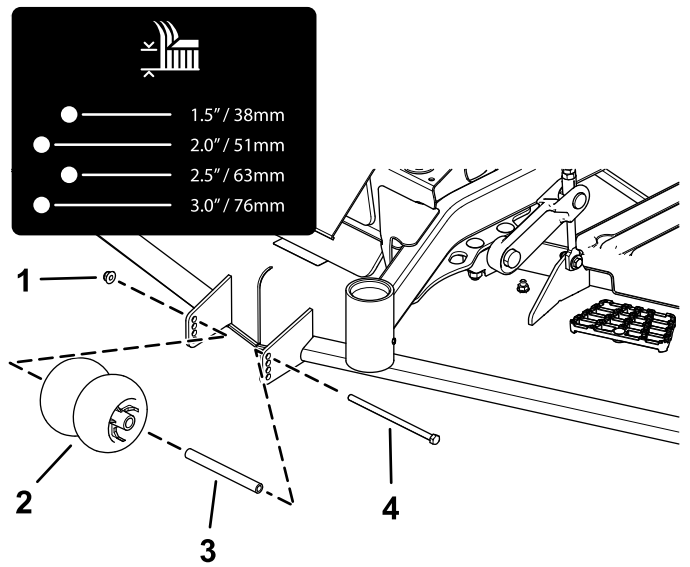
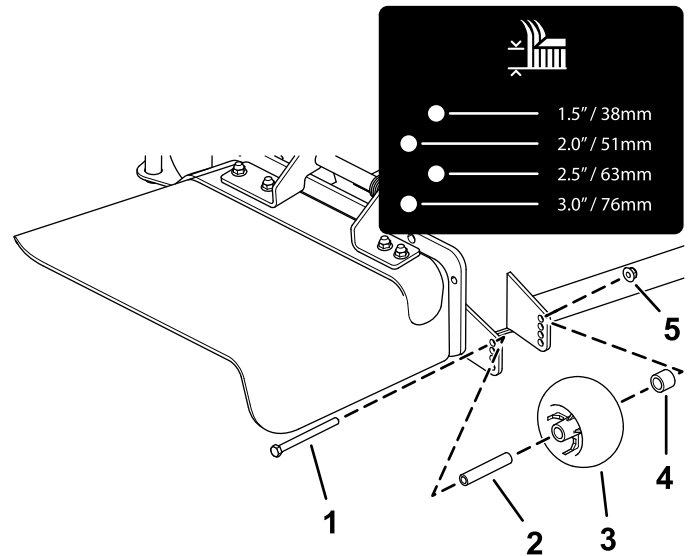
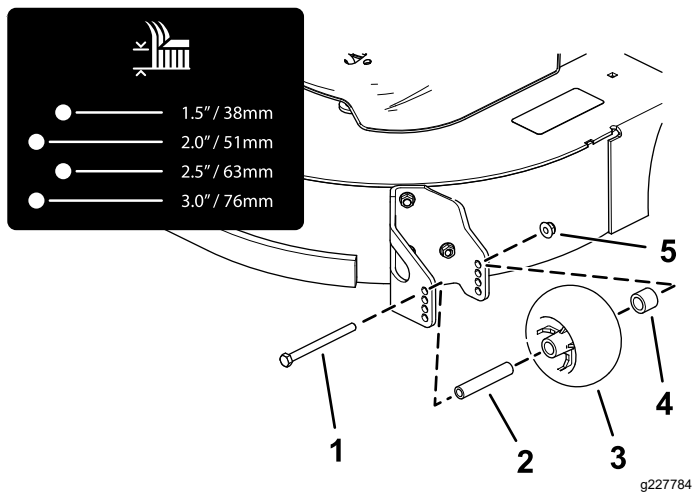
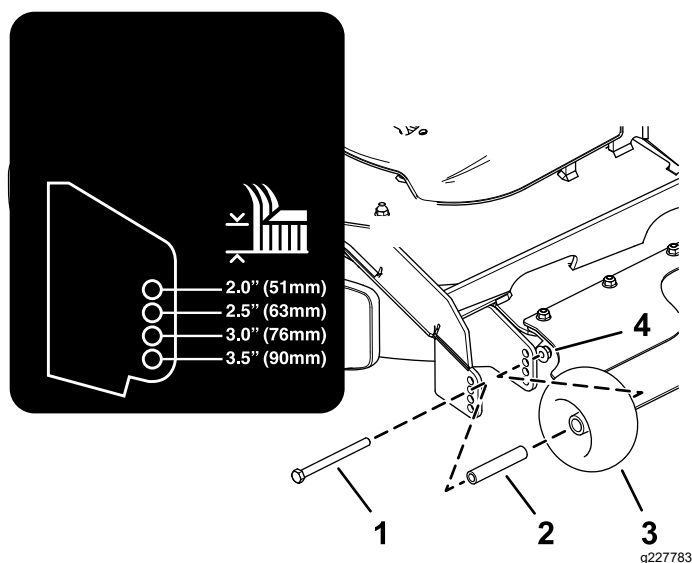

Рисунок 26
Рисунок 27
Рисунок 28
Рисунок 29
4. Відрегулюйте антиобдирні ролики, як показано в Рисунок 26, Рисунок 27, Рисунок 28, та Рисунок 29..